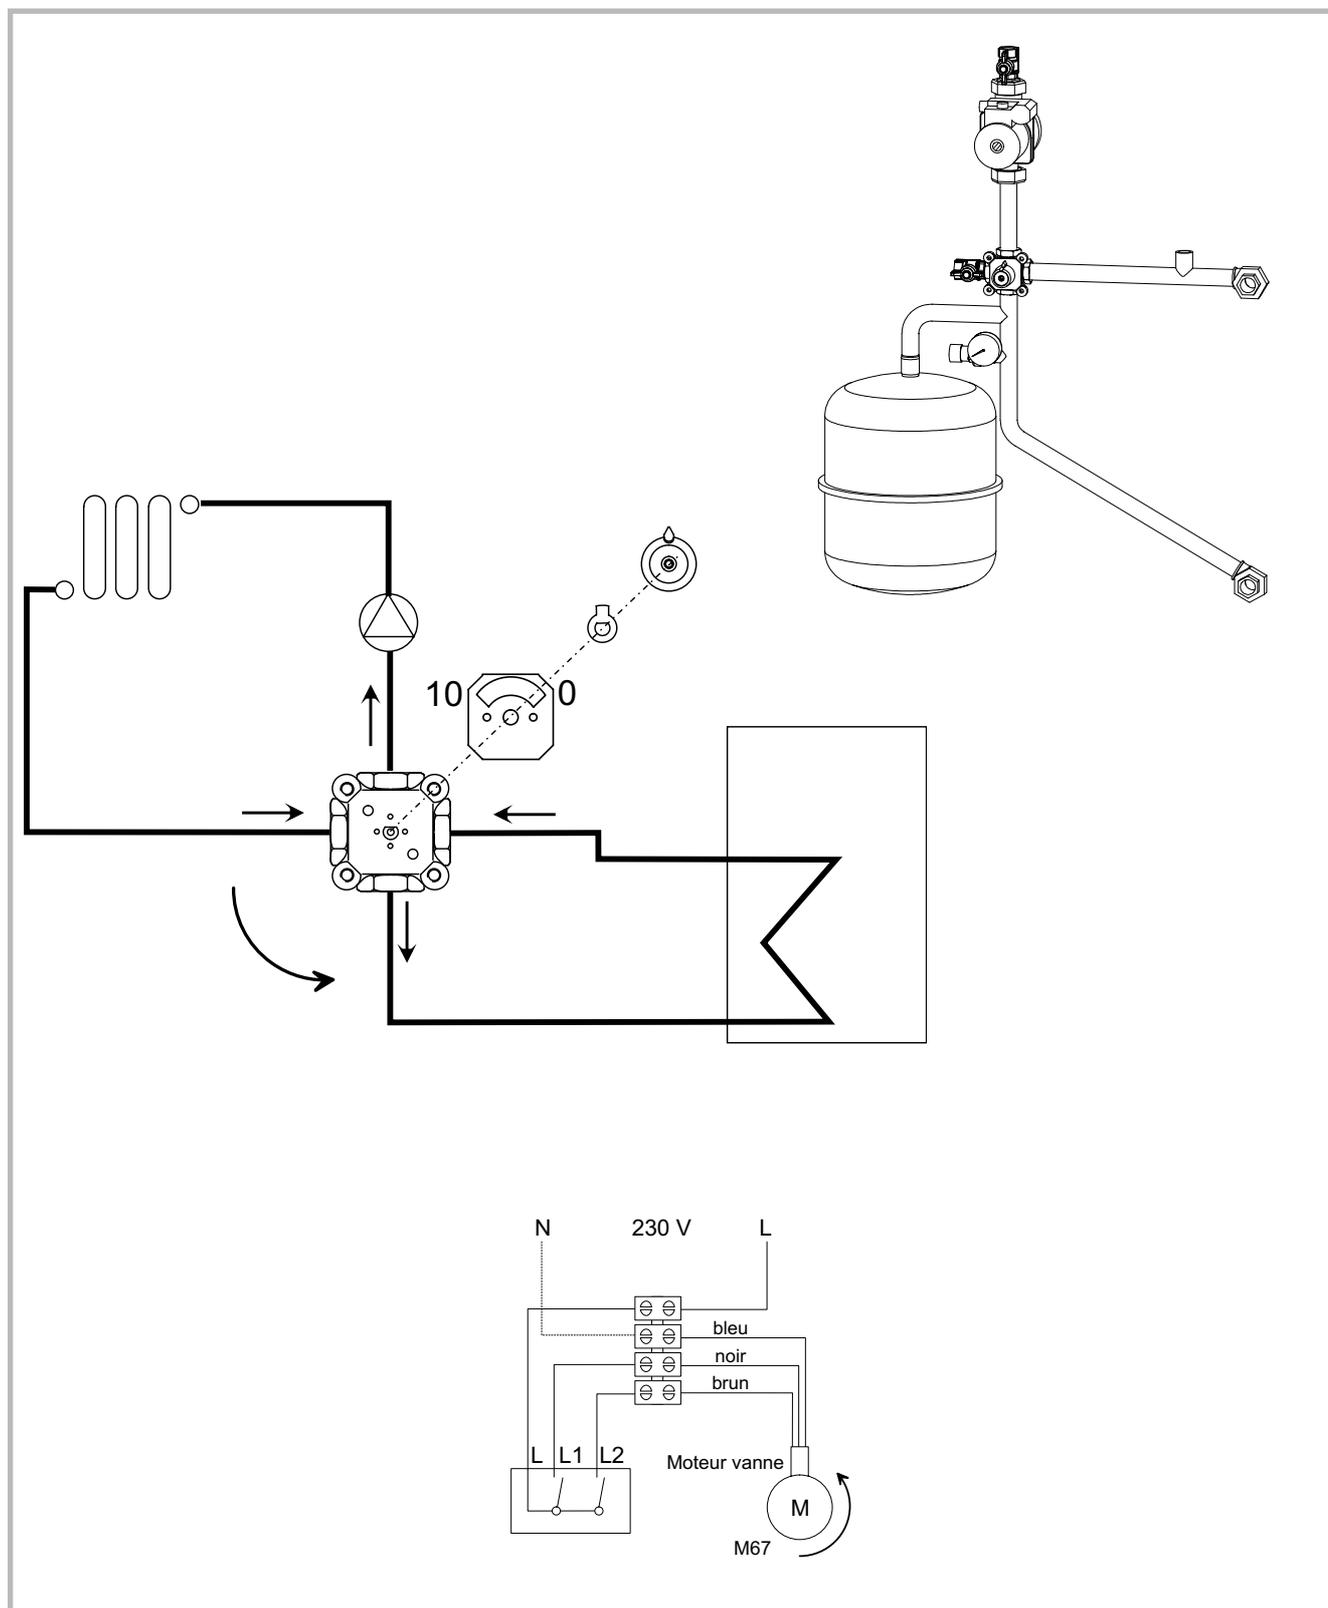

Figure 7 - Montage de la vanne mélangeuse (à gauche)
Dans ce cas la plaque de repérage de la vanne doit être déposée et replacée côté verso (fig. 7).
**Cas 2 :** L1 et fil noir = ouverture de la vanne dans le sens inverse des aiguilles d'une montre (fig. 7).